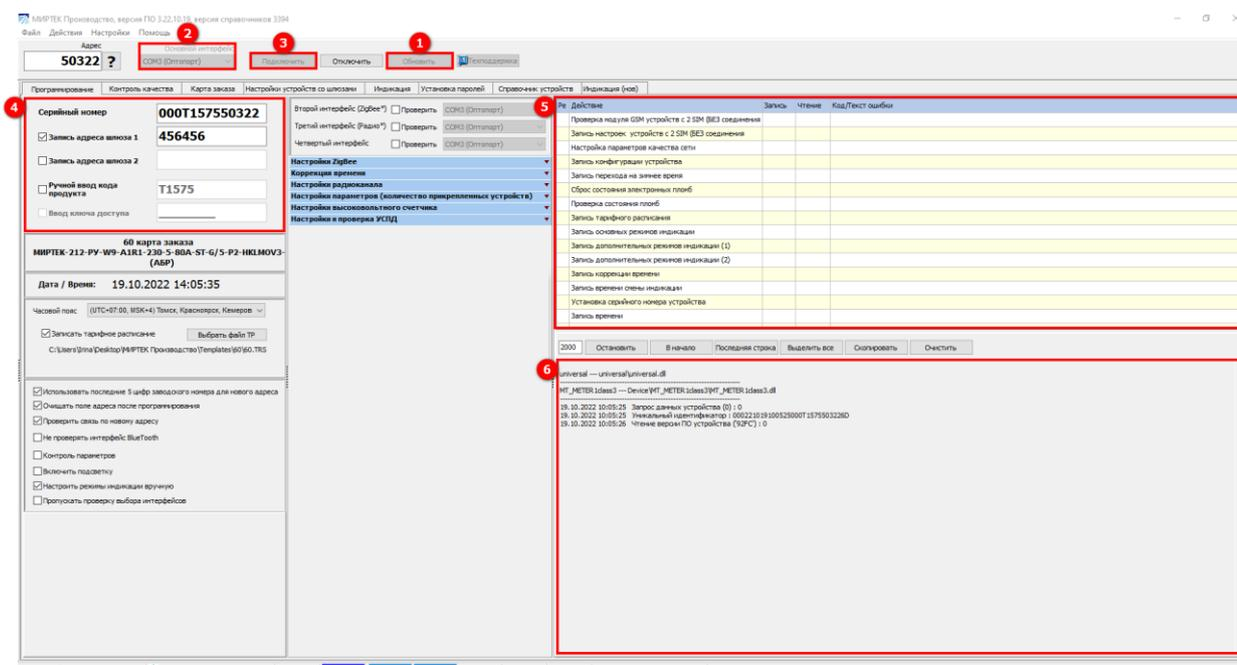

Рисунок 21 – Программирование
Необходимо обновить список портов (1) (см. рисунок 21), выбрать (2) и подключить интерфейс (3). Далее указать данные серийного номера, шлюза (при наличии) (4) и нажать клавишу **Enter**. В окне данной вкладки будет отражен список параметров для записи (5), а также информация о логах процесса конфигурирования (6).